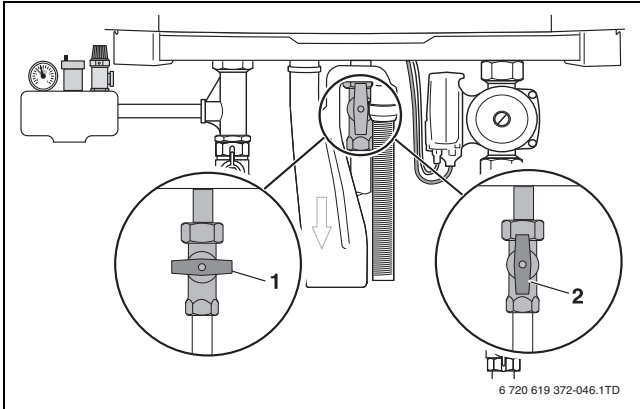

Bild 64 Gashahn geschlossen (1) / geöffnet (2)
- Gashahn schließen (→ Bild 64, [1], Seite 33).
- Gashahn langsam öffnen. Hierzu Gashahn eindrücken und $\frac{1}{4}$ Umdrehung nach links drehen (→ Bild 64, [2], Seite 33).
- Wenn keine Luft mehr entweicht, Gashahn schließen (→ Bild 64, [1], Seite 33).
- ▶ Gashahn schließen (→ Bild 64, [1], Seite 33).
- ▶ Gashahn langsam öffnen. Hierzu Gashahn eindrücken und ¼ Umdrehung nach links drehen (→ Bild 64, [2], Seite 33).